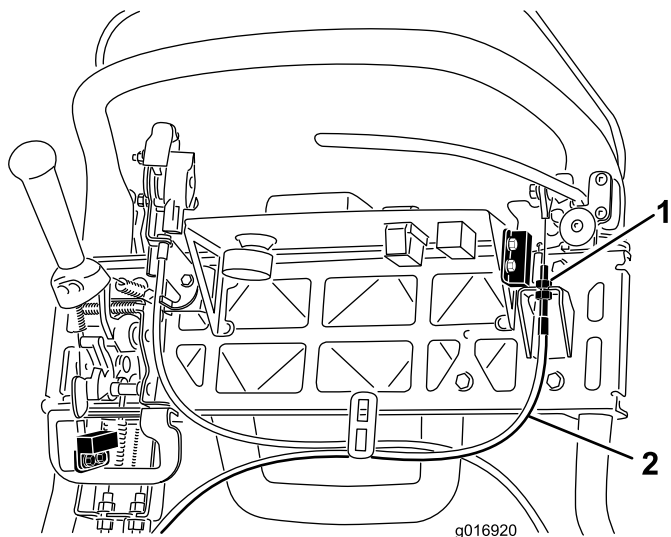

Рисунок 41
3. Для увеличения натяжения тросика ослабляйте верхнюю зажимную гайку тросика и затягивайте нижнюю зажимную гайку тросика (Рисунок 41) до тех пор, пока усилие на рукоятке рычага тормоза, требуемое для отпущения фиксатора стояночного тормоза, не составит 156 Н. Не допускайте чрезмерного натяжения тросика, иначе тормоз может прихватывать.